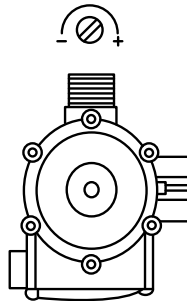

Fig.5
■ **ACHTUNG! (ABB. 5)**
(Abb. 5)
■ATTENTION (Fig.5)